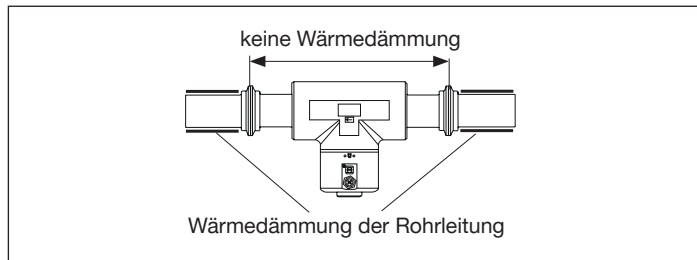

Bild 10: Wärmedämmung der Rohrleitung
- Wenn die Rohrleitung mit einer Wärmedämmung versehen ist, das Messrohr des Geräts nicht thermisch isolieren, damit die Temperatur im Gerät unterhalb 70° C liegt. Siehe „Bild 10“ und „Bild 13“ für die Mindestversorgungsspannung.